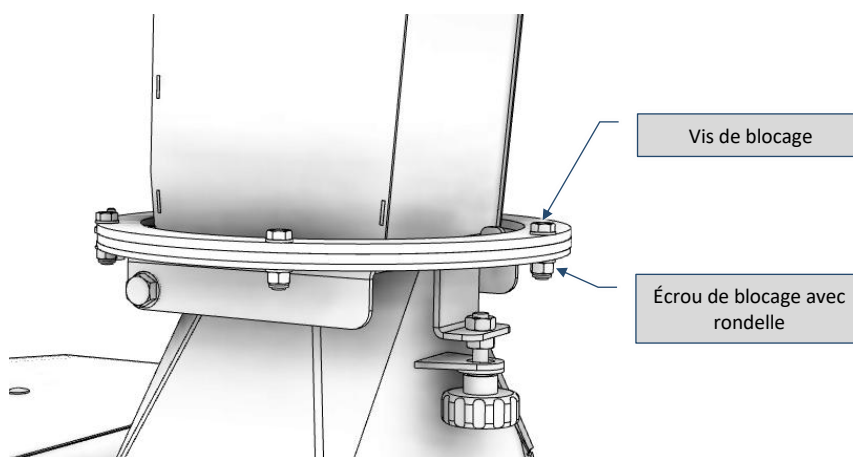

Fig. 9-16 – Flasque du convoyeur de déchargement
- 1) À l'aide d'une clé appropriée, retirez les éléments de fixation qui relient la cheminée au convoyeur fixe (écrous de blocage, rondelles et vis de fixation) (Fig. 9-16);